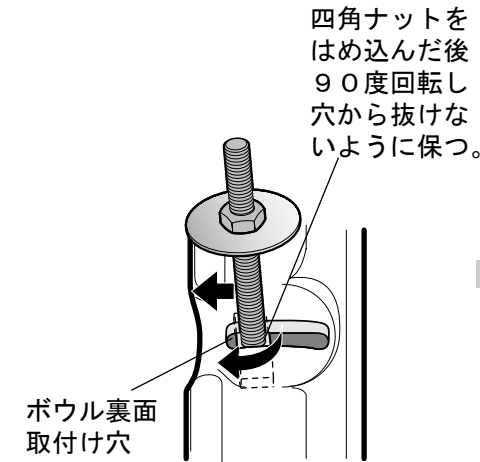

図8
- 5) ④四角ナットは差込後、抜けないようにボウルの中で90度回転してください。(図8参照)